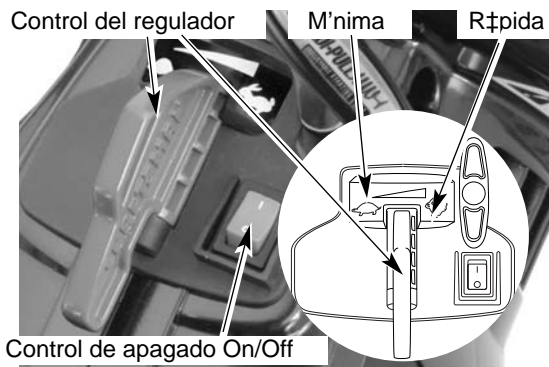
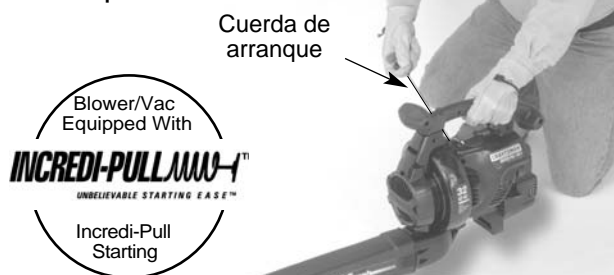

Fig. 9
Fig. 11
**ADVERTENCIA:** Evite los arranques accidentales. Esté en posición de arranque cuando hale la cuerda (Fig. 11 y 12).
3. Ponga la unidad en la posición de arranque (Fig. 11 o Fig. 12). Coloque el control del regulador en la posición de mínima (☛) (Fig. 9).